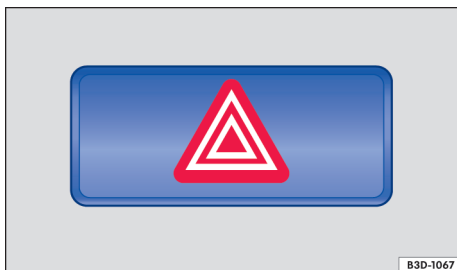

Fig. 39 Na parte superior do console central: interruptor das luzes de advertência.
2. Ligar as luzes de advertência com o interruptor  → Fig. 39.
As luzes de advertência também podem ser desligadas ao pressionar o interruptor  no painel de instrumentos → Fig. 39.